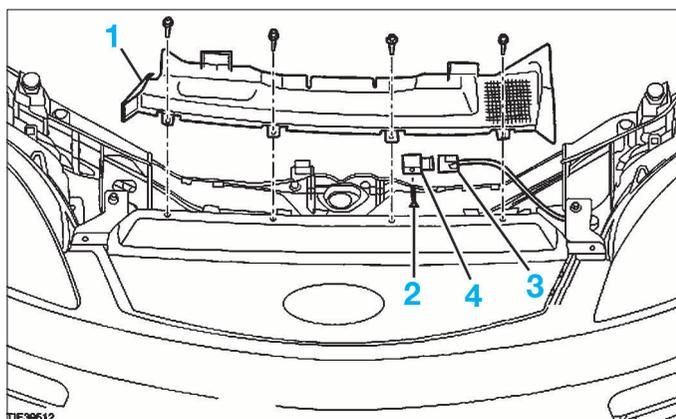

FIG. 17
- Déposer le déflecteur d'air de radiateur (1) (Fig.17).
- Déposer la vis (2) du capteur d'impact.
- Débrancher le connecteur (3) de capteur d'impact (4).
- Déposer le capteur d'impact avant (4).